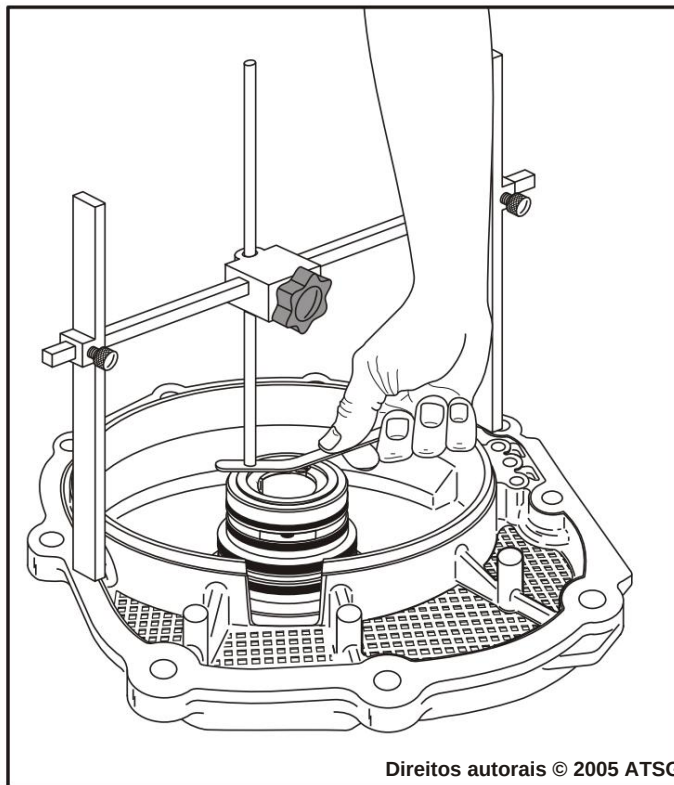

Figura 188
71. Agora, vire o medidor "H" e coloque-o na tampa traseira, conforme mostrado na Figura 188.
72. Meça com um calibrador de lâminas entre a placa de impulso número 8 e a haste de ajuste, conforme mostrado na Figura 188, para obter a folga adequada na extremidade traseira.